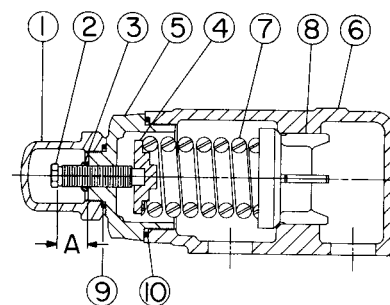

FIGURA 17 - MODELLO AK E AL
2. Misurare e segnare la lunghezza di estensione della vite di regolazione. Vedi "A" in Figura 17, 18 e 19.